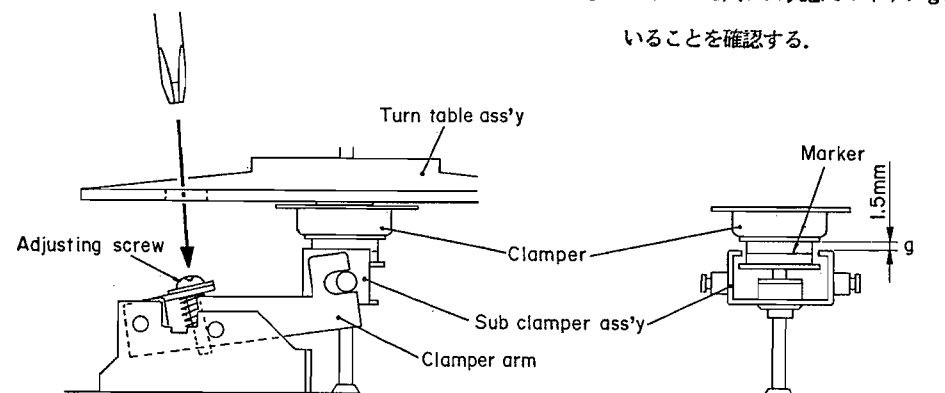

Fig. 4-7
2. Manually open the tray, and adjust the screw shown so the clamper and sub-clamper assemblies position as shown in Figure 4-7. After adjustment turn power on and push the clamper up and down to check for correct height.
2. この状態から、手でトレイを開けクランパーとサブ・クランパー ASS'Yの位置が図4-7の位置になるようにネジを調整する。調整後、パワーをオンし2~3回クランパーを上下させ確認する。